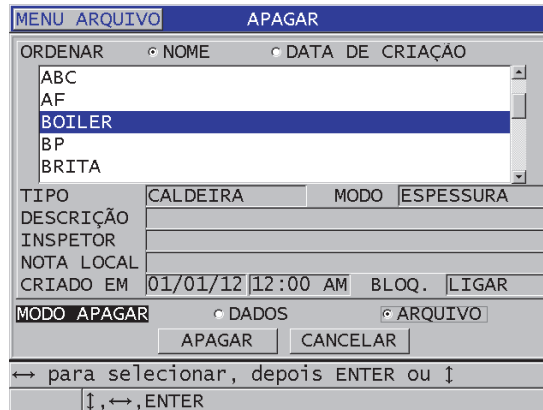

Figura 11-20 Apagar arquivo
3. Na tela **APAGAR** (veja Figura 11-20 na página 207):